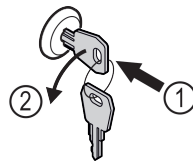

Fig. 175
- Inserire la chiave. Fig. 175 (1)
- Ruotare la chiave di 90° in senso antiorario. Fig. 175 (2)